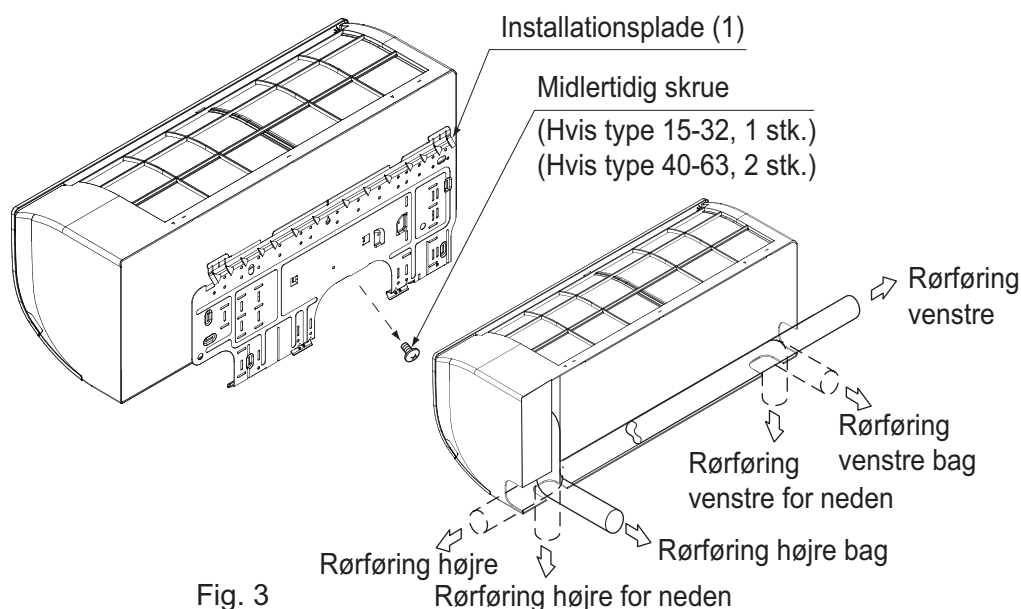

Fig. 3
(1) Åben hullet til rørgennemføringen.
- Kølerørene og drænrøret kan ledes ud i en af 6 retninger: venstre, venstre for neden, venstre bag, højre, højre for neden, og højre bag. **(Se fig. 3)**
(2) Fjern installationspladen (1) fra enheden og montér på væggen.
(Installationspanelet er midlertidigt fastgjort til enheden med skruer). **(Se fig. 3)**